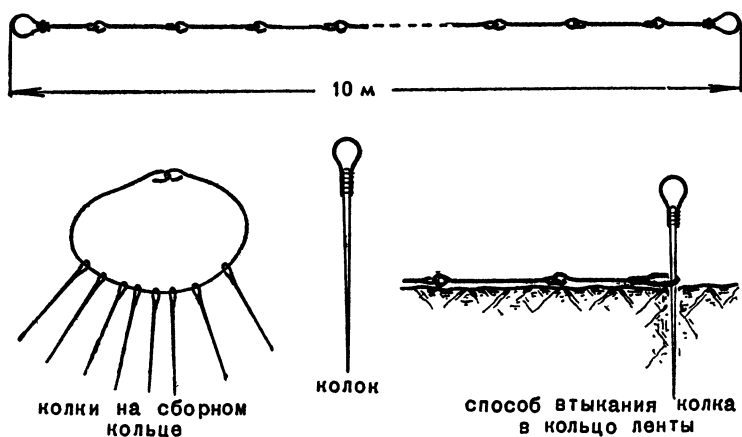

Рис. 17. Мерная цепь.
Кроме самой мерной ленты, надо заготовить 10 штук проволочных колков (как и у настоящей мерной ленты). Колки заострить на одном конце, наверху же загнуть петлёй. Все колки нанизать на сборное кольцо из проволоки (рис. 17). Измерение производить вдвоём.
3) Надеть заднее кольцо ленты на вбитый кол. Передний работник, растянув ленту, втыкает в своё кольцо ленты первый проволочный колок (рис. 17).